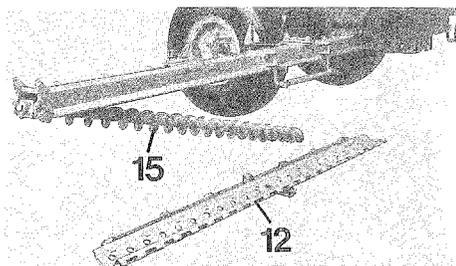
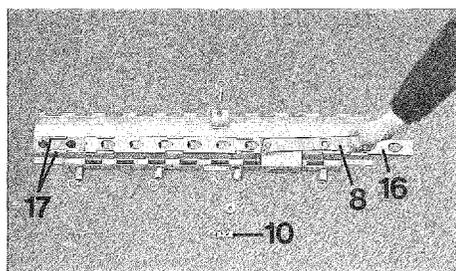

Fig. 6
Fig. 7
3. En fermant les vannes au-dessus du levier de réglage (fig. 6) sur la partie avant de la trémie, il faut également débrayer l'arbre à cardan pour assurer ensuite un débit régulier d'épandage. Lorsque les actions des deux leviers marqués en rouge (fig. 7) se recouvrent, les vannes sont fermées.